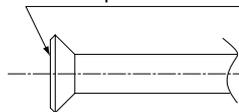

Fig. 5
- **N'appliquez de l'huile d'éther ou de l'huile d'ester qu'au côté interne de l'évasement** et donnez trois ou quatre tours de vis à la main à l'écrou à évasement au moment de la connexion de l'écrou à évasement. (Reportez-vous à la Fig. 5)